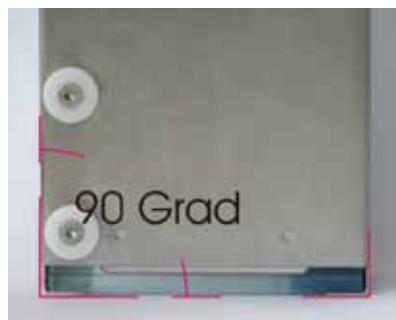

Fig. 24
2. För att objektglaserna ska kunna matas ut på rätt sätt måste de sättas in i magasinet så att de ligger exakt i linje med varandra (→ "Fig. 24") och i rätt vinkel mot öppningen (→ "Fig. 25").